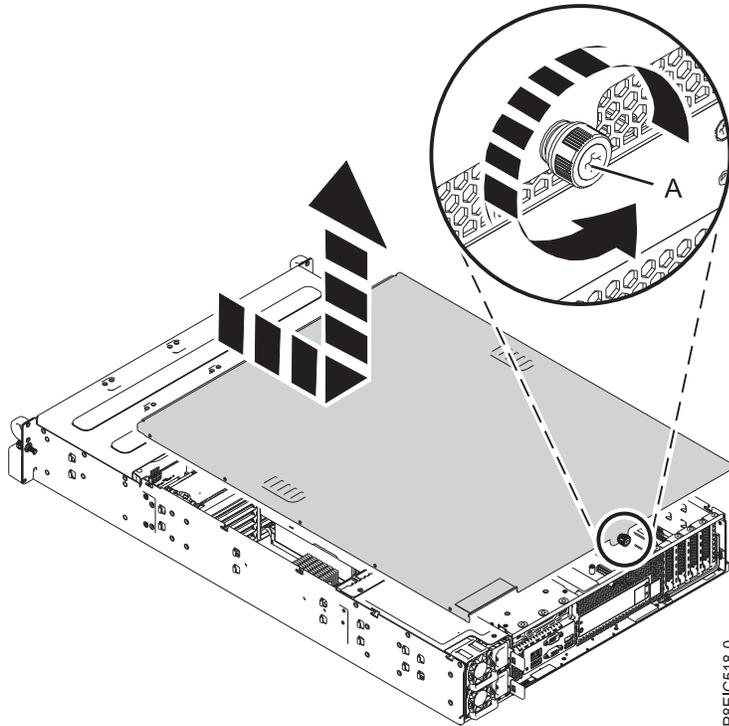

Figura 50. Removendo a tampa de serviço
1. Na parte traseira do sistema, solte o parafuso da tampa (A) que prenda a tampa ao chassi. Consulte a Figura 50 na página 81.